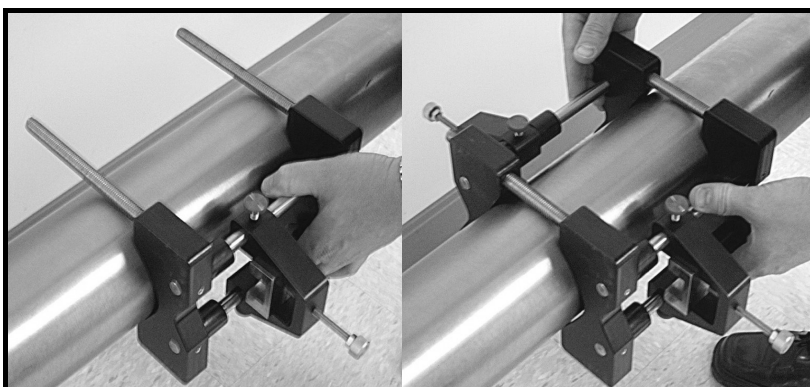

Figura 23: Montaje de las dos mitades de la fijación
1. Sitúe la mitad de la fijación de abrazadera con las varillas roscadas alrededor del tubo, como se muestra en la Figura 23. Oriente la fijación en la posición de las 3 del reloj en un tubo horizontal.
2. Coloque la mitad acopladora de la fijación encima de las varillas roscadas en la posición de las 9 del reloj. La Figura 23 muestra las dos mitades montadas.